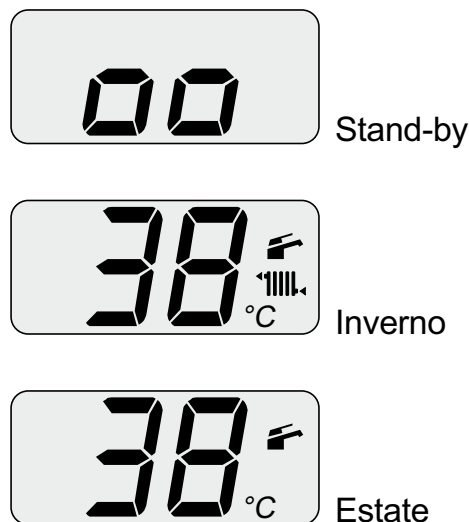

Figura 2.2
- Alimentate elettricamente la caldaia azionando l'interruttore bipolare previsto in installazione. Il display LCD visualizza lo stato in cui si trova la caldaia (ultimo memorizzato) Figura 2.2 .